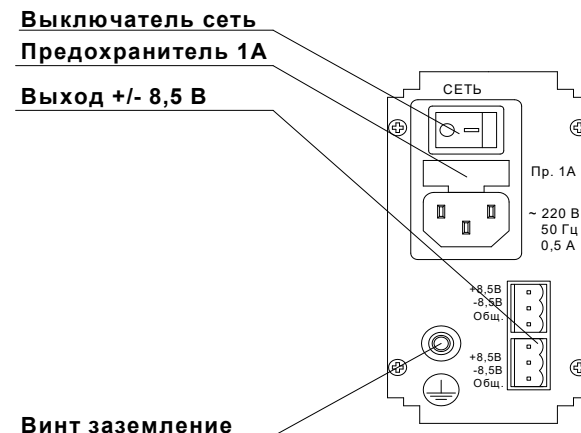

Рис.1. Вид задней панели блока питания SVP-BP-30
4.2. Подключить электропитание от блока питания к установленным модулям, используя трехжильный кабель (см. рис.1). Монтаж должен осуществляться мягким кабелем последовательно, начиная от ближнего к блоку питания модуля и заканчивая дальним. Модули между собой по питанию соединяются перемычками длиной 20 см. При этом запас по длине кабелей питания должен давать возможность выдвигания отдельных модулей для проведения настройки.
4.4. Установить крейт в 19-дюймовую стойку и закрепить его соответствующими винтами. Для эффективной работы схем грозозащиты и для исключения возможных наведенных внешних помех необходимо произвести заземления крейта через заземляющий контакт на блоке питания (рис.1).